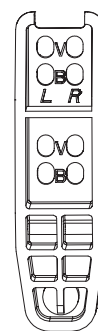

Fig. 7
7. Aparafuse a dobradiça inferior no lado esquerdo. Utilize os furos marcados com um L (Fig.7). E depois aparafuse o pézinho de nível no lado direito. Volte a colocar o aparelho na vertical.